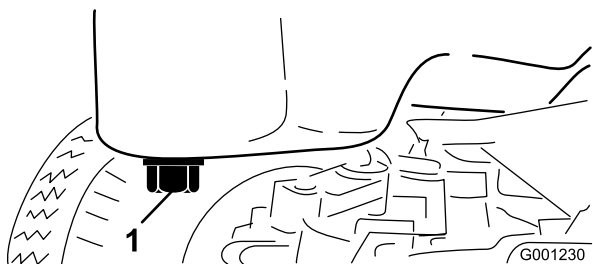

Bild 50
3. Stellen Sie eine Auffangwanne unter die Ölwanne und richten Sie sie mit der Ablassschraube aus (Bild 50).